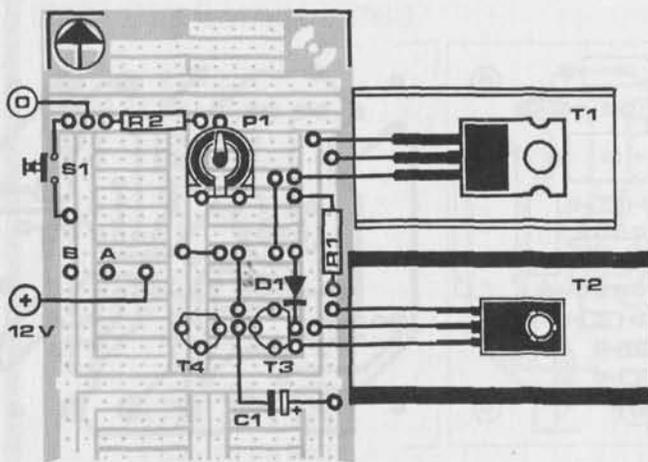

Figure 2 – L'implantation des composants sur une platine d'expérimentation de format 1. Les transistors de puissance doivent impérativement être refroidis.
Rendez-vous à la figure 2 : c'est la simplicité même, un relais accompagné de six composants. Deux détails retiennent plus particulièrement l'attention : la LED D1 et la varistance R2 (en anglais *varistor* ou VDR *Voltage Dependent Resistor*, résistance commandée en tension). Dès que le relais est commandé, un courant, limité par R1, circule dans la dérivation contenant la LED, qui s'illumine. La diode D2 est l'inévitable diode de roue libre du relais. Le fonctionnement de notre intermédiaire n'est pas compliqué : lorsque le circuit de commande, qui n'est pas dessiné ici, délivre un courant de quelques dizaines à quelques centaines de milliampères, le relais colle et la LED s'allume. Puisque "l'interrupteur" est fermé, le courant circule dans le circuit de puissance. L'appareil ou la lampe relié au bornier K1, K2 est mis sous tension. Pour que les choses soient claires, les flèches noires de la figure 2 indiquent les bornes sur lesquelles se branche l'utilisation et les flèches blanches, les bornes d'arrivée du secteur. – La varistance ? – Nous y sommes : elle protège l'appareil commandé, des surtensions dues aux irrégularités du secteur. Très grossièrement dit, une varistance est une zener double dans laquelle l'effet zener se manifeste alternativement, suivant le signe de la tension à ses bornes : deux diodes zener connectées en tête-bêche série. En temps normal, lorsque la tension reste dans des limites acceptables, la varistance par sa résistance élevée ne se manifeste pas. Si, pour une raison ou pour une autre, la tension à ses bornes dépasse un certain niveau, sa
Figure 2 – La séparation galvanique est ici manifeste, de même que la liaison mécanique (en pointillés). La résistance R2 est une varistance, composant dont la résistance varie quand la tension à ses bornes dépasse une limite caractéristique : sa tension d'écrêtage. Elle protège, à la coupure en particulier, les contacts du relais contre les surtensions qui pourraient les détruire prématurément, de même que les appareils alimentés.
Le schéma est assez simple pour que le câblage le soit aussi. Vous avez le choix entre une demi-platine d'expérimentation, comme sur la figure 2, et le circuit imprimé de la figure 3. Comme les seuls composants polarisés sont la diode et le condensateur, les risques d'erreur sont minimes. La figure 2 montre que les transistors T1 et T2 sont montés sur des radiateurs. Leur mode de fonctionnement n'est pas des plus orthodoxes car ils ne sont pas saturés et voient une tension non négligeable sous un courant relativement important. Il faut donc leur permettre d'évacuer la chaleur qu'ils produisent. Les ennuis commencent ici : le BD140 et le BD243 ont le collecteur relié à la languette métallique du boîtier. Il faut donc impérativement les isoler par une plaquette de mica et les fixer par une vis en nylon ou au moyen d'un canon isolant. Si un
La figure 2 n'est pas des plus claires au premier abord. En pratique, vous pouvez trouver une solution simple. La figure reprend le schéma de la figure 1 avec le rappel du principe du montage d'origine. Les deux seuls points importants sont le point (0) et le point (B). La correspondance entre ces deux points et ceux du schéma de principe est facile à établir avec un voltmètre ou une ampoule de 12 V : ouvrez une portière et démontez le poussoir (il s'appellera S1 pour l'occasion). En règle générale, ils sont maintenus par une seule vis et s'extraient par l'extérieur, amenant leurs deux fils avec eux. Branchez le fil négatif de votre voltmètre à la masse, actionnez le poussoir et repérez celui des fils sur lequel apparaît une tension de 12 V. C'est ce fil-là qui doit être relié au point (B) de la platine d'expérimentation ou au point (+) du circuit imprimé. L'autre fil est relié à la masse, c'est là que doit être connecté le point (0) de la platine ou du circuit imprimé. Si vous avez un espace suffisant pour installer la platine dans le plafonnier lui-même, vous y trouverez un fil, raccordé à l'ampoule, soumis en permanence à la tension de 12 V ; c'est l'autre fil qui doit être raccordé au point (B).